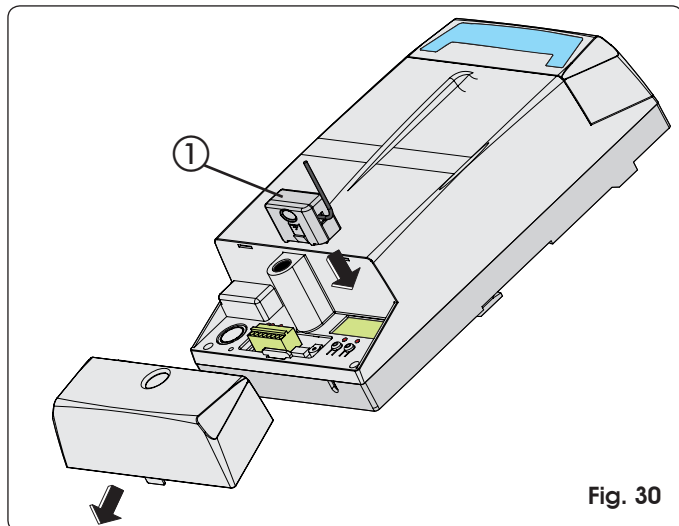

Fig. 30
El equipo electrónico está provisto de un sistema de descodificación (DS, SLH, LC) bi-canal integrado llamado OMNIDEC. Este sistema permite memorizar, mediante un módulo receptor adicional (Fig. 30 ref. ①) y radiomandos de la misma frecuencia, tanto la apertura total (OPEN A) como la apertura parcial (OPEN B) de la automatización.